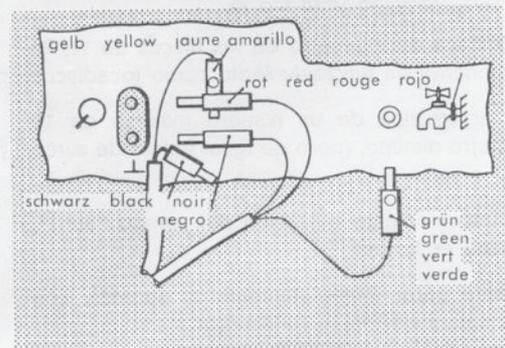

Fig. 4
- a) Monaurale (einkanaleige) Wiedergabe nach Fig. 4.
- a) Follow Figure 4 for monaural (single channel) hook-up. Reverse the two plugs in case of hum.
- a) Reproduction ordinaire (monaurale) avec un seul canal (fig. 4). Si un ronflement se fait entendre, il suffit de croiser les fiches aux douilles de raccordement au pick-up.
- a) Reproducción monaural con un solo canal (fig. 4). Si se producen zumbidos, bastará invertir los polos del enchufe en la conexión del fonocaptor.